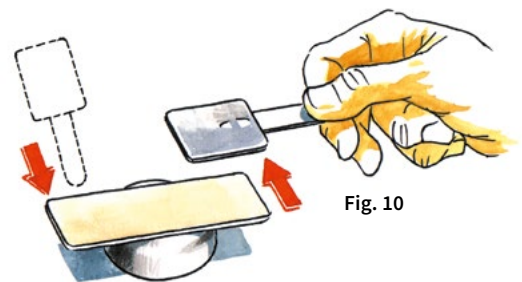

Fig. 10
- Nous rapprochons la plaquette et la partie métallique de la pelle: les 2 pièces s'attirent (fig. 10).